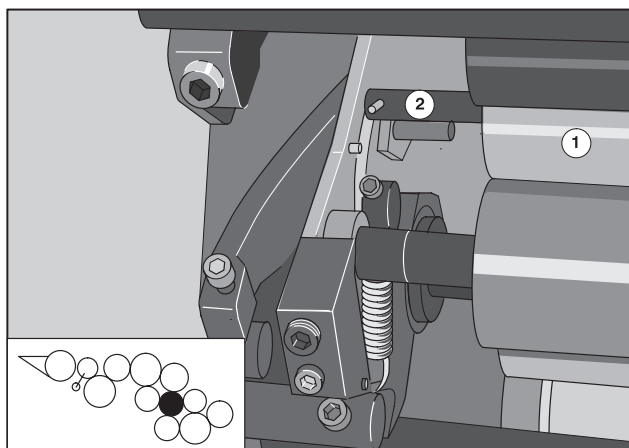

Рис. 7 Демонтаж 3-го передаточного валика
- ❶ Возьмитесь за 3-ий передаточный валик (Рис. 7/❶) на осях валика (Рис. 7/❷) и вытащите его из опор.